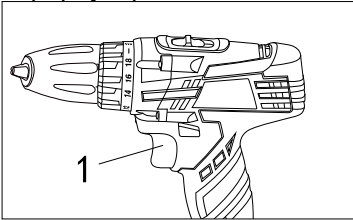

Рис.7
Шуруповерт оснащений вимикачем (1) з плавним регулюванням числа обертів. Повільне обертання при легкому натисканні на вимикач, при сильнішому натисканні оберти збільшуються (Рис. 7).